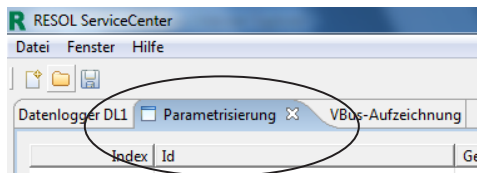

Abb. 4
- ➔ Den Tab **Parametrisierung** anklicken (Abb. 4)